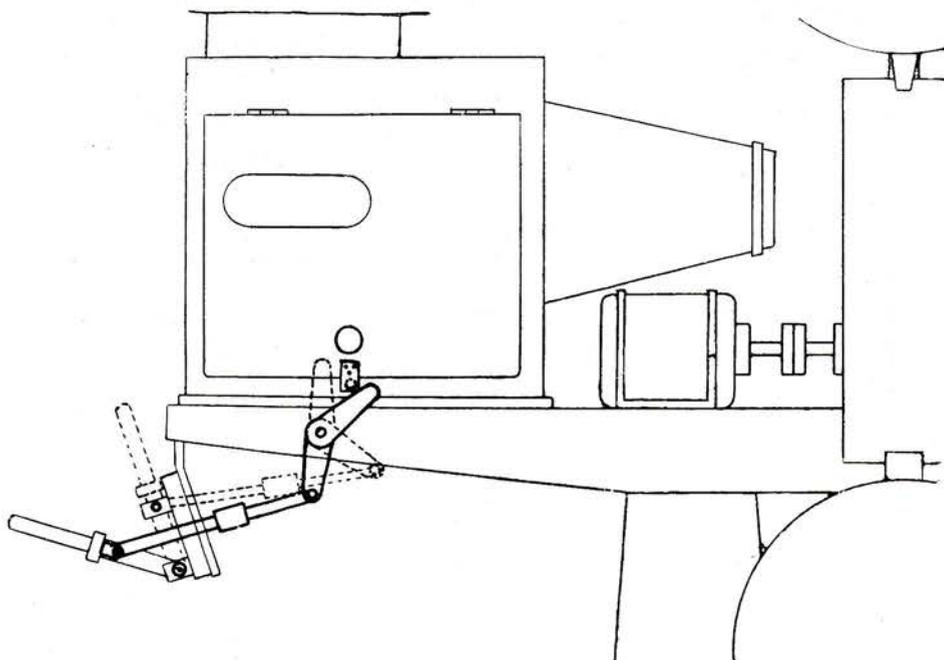

Рис. 3
1. Чтобы открыть крышки дугового фонаря и получить доступ к дуговой лампе, необходимо обязательно выключить рубильник и тем самым обесточить дуговую лампу (рис. 3). Пока рубильник включен, не